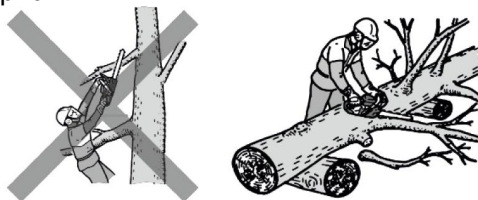

Рисунок 12. Схема обрізання малих гілок.
5.3.5.1 Обрізання малих гілок вести тільки на поваленому дереві згідно зі схемою рис. 12.